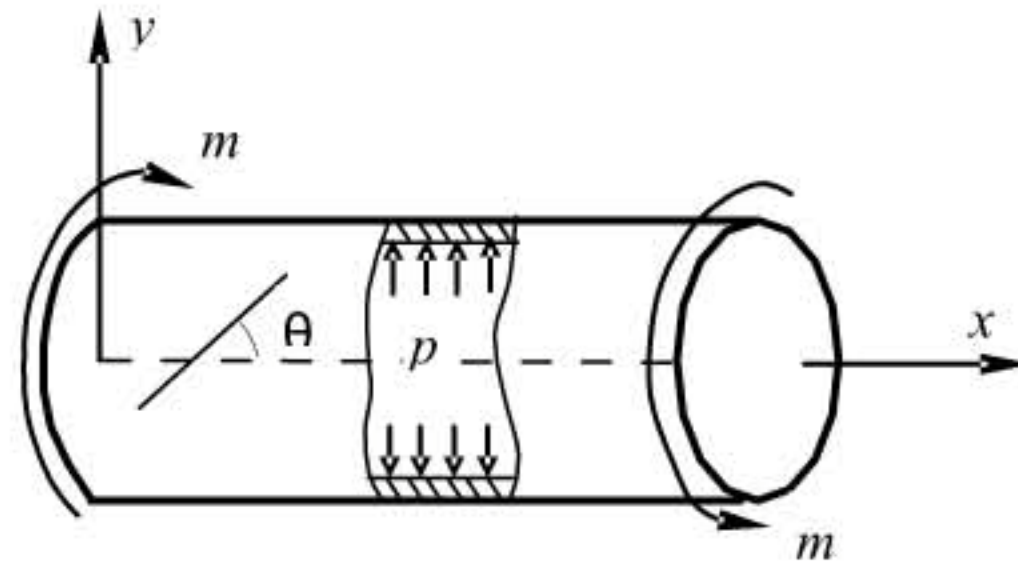

图 7
10. 铸铁圆柱薄壁容器受内压  $P$  和扭转力偶矩  $m$  作用，如图 7 所示。已知壁厚  $t$  ( $t < D/20$ )，平均直径  $D$ ，材料的弹性模量  $E$ 、剪切弹性模量  $G$ 、泊松比  $\mu$ ，试求：